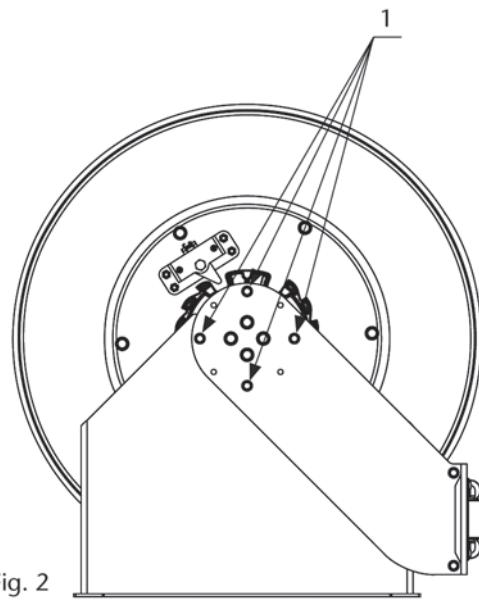

Fig. 2
To position these guide arms, loosen and remove the screws (1) (fig. 2) in both arms. At this moment, the spool and the guide arms become loose from the reel frame. Then, just position the guide arms in the desired position and fix them with the same screws.
Para posicionar los brazos guía, es necesario aflojar y quitar los tornillos (1) (fig. 2) en ambos brazos. En ese momento el tambor junto con los brazos guía quedan sueltos del bastidor. Se procede entonces a cambiar los brazos a la posición deseada y a volver a fijarlos con los mismos tornillos.
Pour positionner les bras de guidage du flexible il est nécessaire de desserrer et de retirer les vis (1) (fig. 2) des deux bras. A cette étape, le tambour et le bras de guidage sont désolidarisés du cadre. Placer ensuite les bras à la position désirée et refitez-les avec les mêmes vis.
Um die Führungsarme in die gewünschte Stellung zu bringen, müssen die Schrauben (1) (Abb. 2) an beiden Armen gelöst und entfernt werden, so dass die Trommel zusammen mit den Führungsarmen vom Rahmen getrennt ist. Daraufhin können die Arme in die gewünschte Stellung gebracht und mit denselben Schrauben wieder befestigt werden.